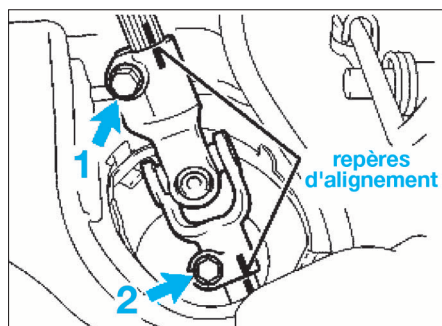
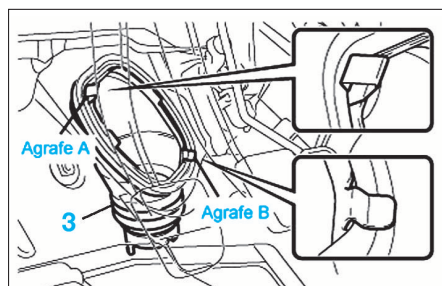

FIG. 7
FIG. 8
- Dans l'habitacle, tracer des repères sur le joint de cardan et sur l'arbre intermédiaire de la colonne de direction (fig. 7).
- Desserrer la vis (1) et déposer la vis (2) pour détacher le sous-ensemble de joint de cardan.
- Déposer le cache (3) en prenant garde de ne pas endommager les agrafes (A) et (B) (fig. 8).